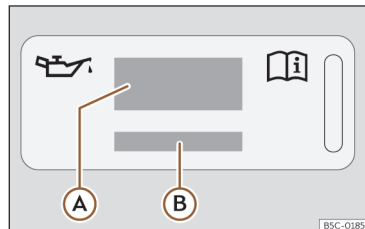
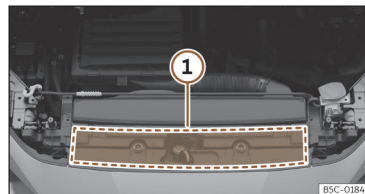

Fig. 233 No compartimento do motor: etiqueta de óleo do motor
Fig. 234 No compartimento do motor: zona de localização da etiqueta de óleo do motor
Legenda da >>> **Fig. 233:**
Se tiver de adicionar óleo do motor, utilize um dos óleos indicados na etiqueta >>> **Fig. 233**. A etiqueta com a norma prescrita encontra-se na parte da frente do compartimento do motor >>> **Fig. 234 ①**. Se utilizar o óleo do motor recomendado, é possível corrigir o nível do enchimento tantas vezes quantas forem necessárias.
- Se faltar a etiqueta com a especificação do óleo do motor >>> Fig. 233, contacte uma oficina especializada.